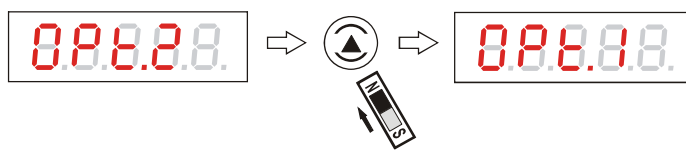

Рисунок 34 - Переход между режимами программной настройки уровнемера
2.8.4 Возврат в выбор раздела “OPt.1” также осуществляется кнопкой «↑», рисунок 34: